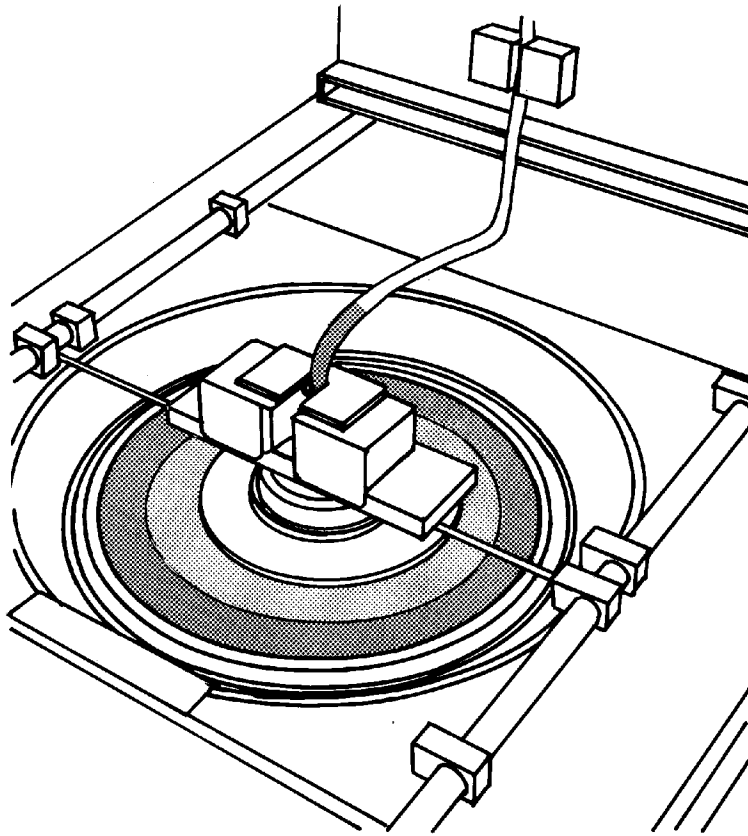

Figure 6-19: Cell separation
- 4 Cài đặt separate timer và spin đến khi thời gian mong muốn đã qua, hoặc đến khi sản phẩm tế bào đã được đã được tách đủ (Figure 6-19).